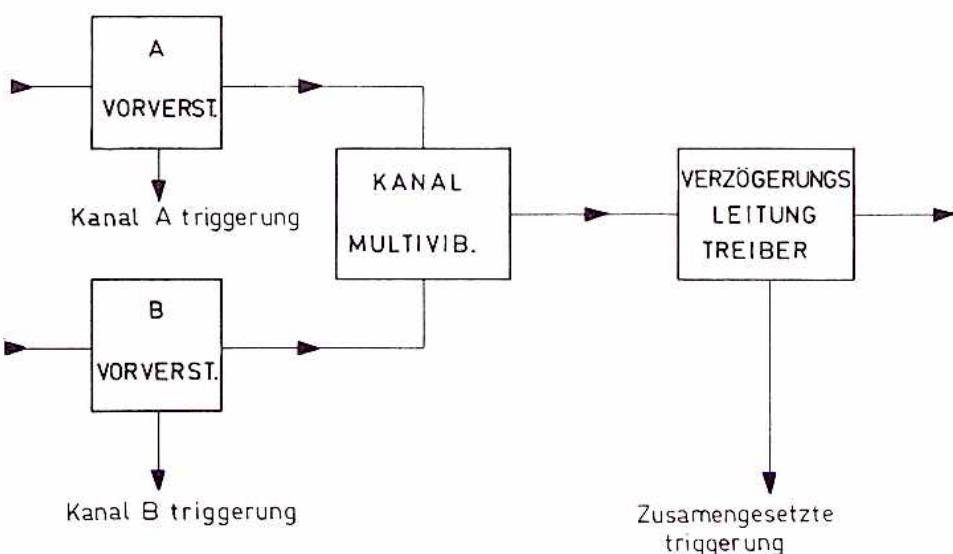

Abb. 19.
*Bemerkung: Bei Anwendung zusammengesetzter Triggerung in Zweikanalbetrieb (gechopped oder alternierend) und wenn dabei nur ein Signal angelegt ist (an Eingang A oder B), ist stabile Triggerung nicht erlangbar. Das ist nicht ungewöhnlich, da die Triggerquelle auch von A nach B geschaltet wird (siehe Abb. 19.).*